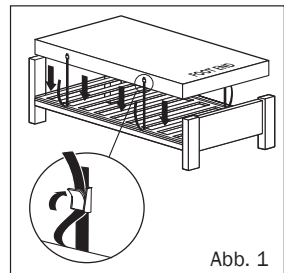

Abb. 1
3. Befestigen Sie die Matratze mit den einstellbaren Befestigungsbändern auf dem Bettgestell / der vorhandenen Matratze – legen Sie die Befestigungsbänder unter dem Bettgestell / der Matratze aus, bzw. um diese herum und sichern Sie die Befestigungsbänder mit den zugehörigen Schnallen (Abb. 1). Stellen Sie bei elektrischen Bettgestellen genügenden Spielraum für sich bewegende Komponenten sicher. Eine ordnungsgemäße Befestigung der Matratze ist wichtig um ein Abgleiten der Matratze vom Bettgestell / der vorhandenen Matratze und damit eine mögliche Verletzung des Patienten zu verhindern. Es ist eine Bänderweiterungsvorrichtung für Diwanbetten erhältlich (Teil-Nr. 11062).